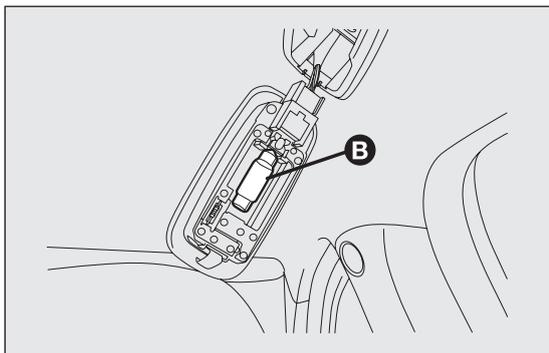

fig. 179
- sustituir la lámpara B fig. 179 soltándola de los contactos laterales y asegurándose de que la nueva lámpara quede correctamente fijada entre éstos.